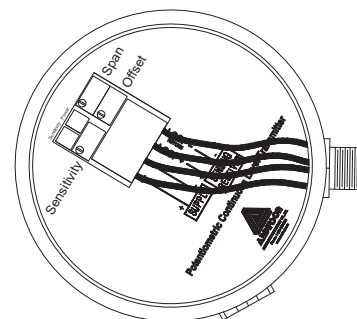

Figura 2
3. Observe el indicador LED etiquetado SENSITIVITY (Sensibilidad) (consulte la Figura 2 Tabla de sensibilidad de LN).